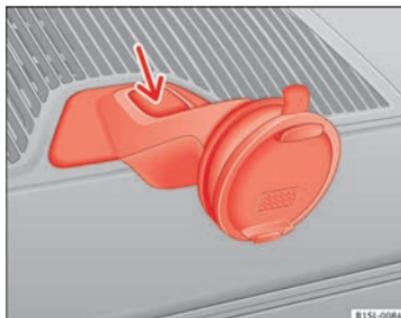

Fig. 128 Smontaggio dell'alloggiamento del navigatore.
- Premere il tasto di sbloccaggio dell'alloggiamento ⇒ fig. 128 (freccia).